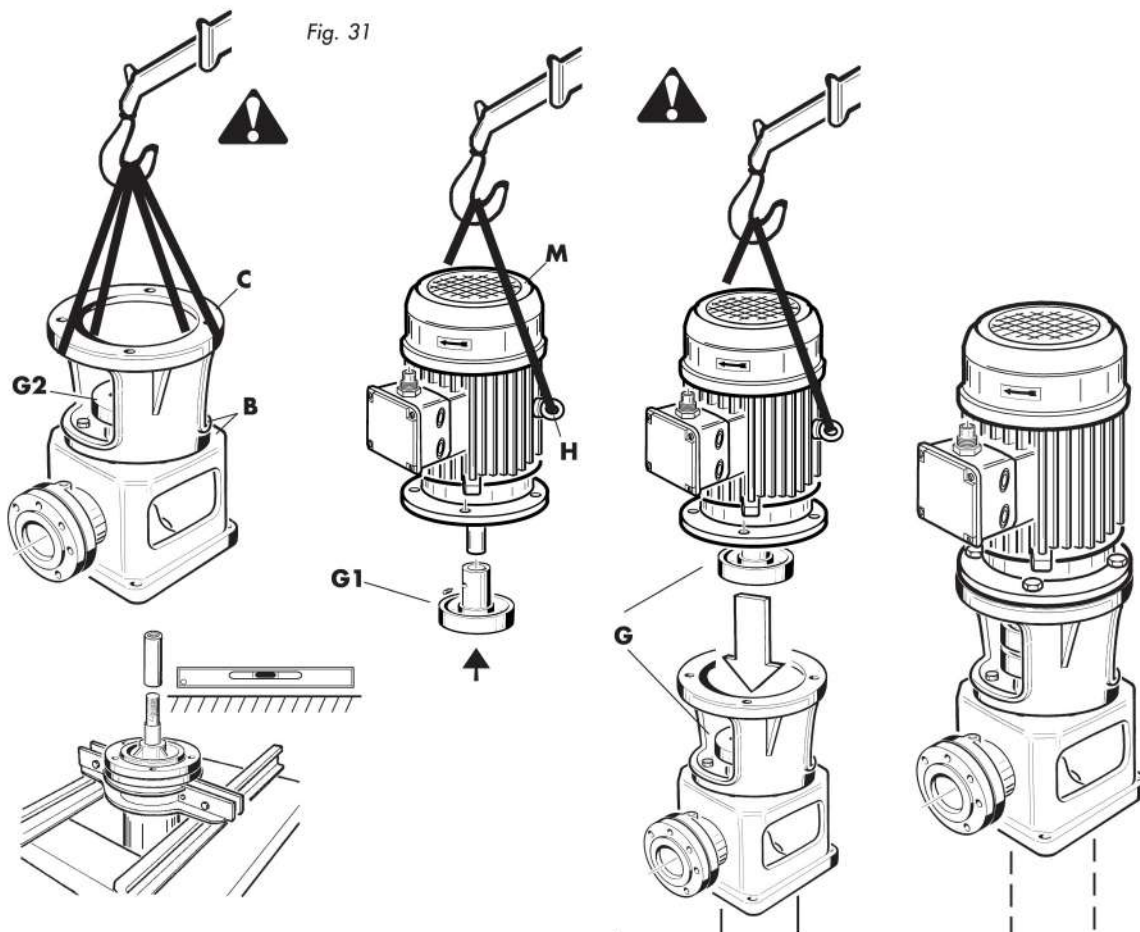

Fig. 31
- Introduzca el mando para el motor eléctrico (B); éste dispone de 2 acoplamientos (G1 - G2) que permiten la transmisión del motor a la bomba (Fig.31).
- Eleve mediante un equipo de elevación idóneo, por medio de la campana (C)
- Monte el acoplamiento lado motor (G), eleve e introduzca el motor (M) utilizando los cáncamos (H) del mismo.